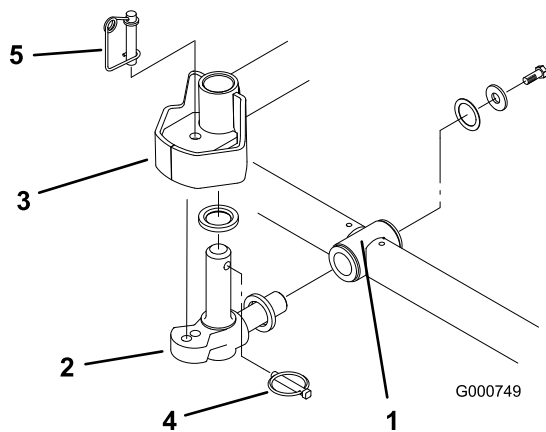

図 5
6. スラストワッシャをピボットナックルの水平シャフトに差し込む 図5。
**注** カuttingユニットを固定モードで使用する場合にはステアリングロック・ピンをピボットナックルの取り付け穴に差し込んでください 図 5。
7. ピボットナックルの水平シャフトをキャリアフレームの取り付け穴に差し込む 図 5。
8. スラストワッシャ、平ワッシャ、フランジヘッドネジを使って、ピボットナックルをキャリアフレームに固定する 図 5。
9. ピボットナックルの垂直シャフトにスラストワッシャを差し込む 図 5。
10. ピボットナックルの垂直シャフトを外している場合にはここで昇降アームのピボットハブに差し込む 図 5。昇降アームのステアリングプレートの下にある枚のゴム製センタリングバンパーの間に、ピボットナックルを挟む。
11. ピボットナックルのシャフトに付いている穴にリンチピンを差し込む 図 5。
14. ステアリングロック・ピンの下にスプリングを掛ける 図 5。